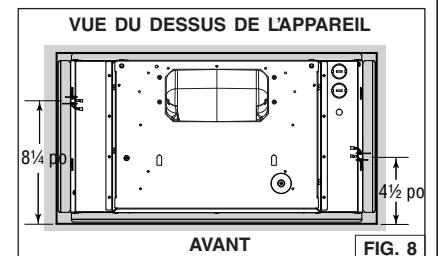

FIG. 8
- Repérer les crochets *Ease of Install* sur l'appareil (distance donnée à partir du rebord avant, FIG. 8). Insérer temporairement l'appareil dans l'armoire et tout en retenant l'appareil, marquer sur les deux côtés de l'armoire l'emplacement des crochets *Ease of Install* (illustré en E dans la FIG. 9). Retirer l'appareil.